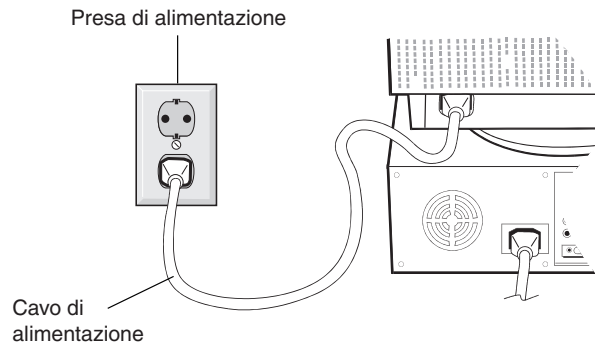

Figura C.1
4. Collegare un'estremità del cavo di alimentazione al monitor e l'altra estremità alla presa di alimentazione (**Figura C.1**).